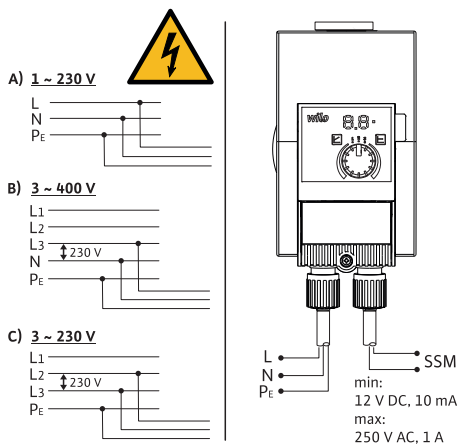

Fig. 3: Liitäntämahdollisuudet
- Liitäntä 230 V:n pienjänniteverkkoihin. Liitettäessä IT-verkkoihin (Isolé Terre –verkkomuoto) on ehdottomasti varmistettava, että vaiheiden (L1–L2, L2–L3, L3–L1 → Fig. 3) välinen jännite ei ylitä 230:tä voltia.